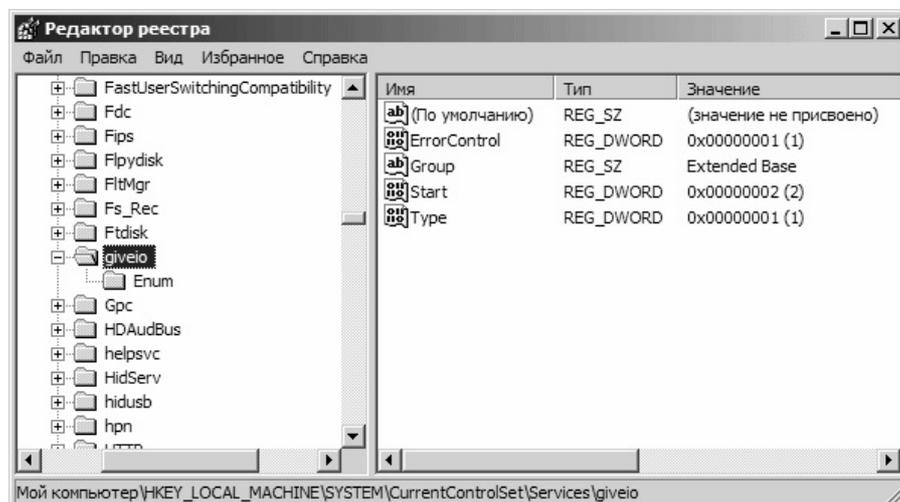

Рис. 4. Регистрация драйвера в системе. Ветка реестра
3. И самое главное, не забыть зарегистрировать драйвер в системе. Для чего подключим в uses проекта – модуль *WinSvc*. В результате мы сможем воспользоваться известными командами для создания, регистрации и старта сервиса: *OpenSCManager()*, *CreateService()*, *StartService()* (см. исходники). После чего, открыв соответствующую ветку в реестре, можем убедиться в правильной установке и регистрации драйвера (см. рис. 4).